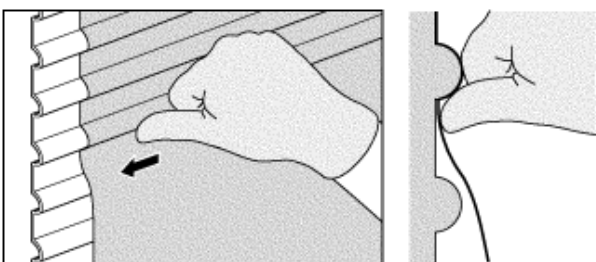

Рис. 12. Пригонка нижнего изгиба пальцем
- а. Плотно прижать пленку большим пальцем, двигая его вдоль нижнего изгиба и желобка гофра. Эта операция закрепляет пленку на нижней стороне выступа гофра и предотвращает образование растяжений и морщин. Во избежание потертостей на коже используйте хлопчатобумажные перчатки. См. Рис. 12.